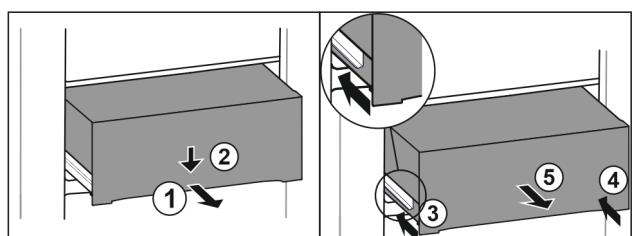

Fig. 81
- Изтеглете чекмеджето наполовина. Fig. 81 (1)
- Натиснете надолу чекмеджето от предната страна. Fig. 81 (2)
- Вкарайте лявата релса приблизително 2 см навътре. Fig. 81 (3)
- Вкарайте дясната релса приблизително 2 см навътре. Fig. 81 (4)
- Извадете чекмеджето напред. Fig. 81 (5)